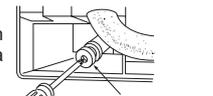

Figure 3
- 4) Placez le bouchon de vidange sur la section sur laquelle le tuyau de vidange doit être fixé à l'arrière de l'unité interne. (Figure 3)